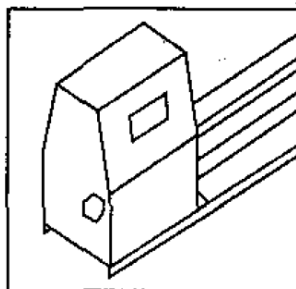

Bild 1
2. Lösa och skruva av insexskruv med justeringsnyckel. (Bild 1)